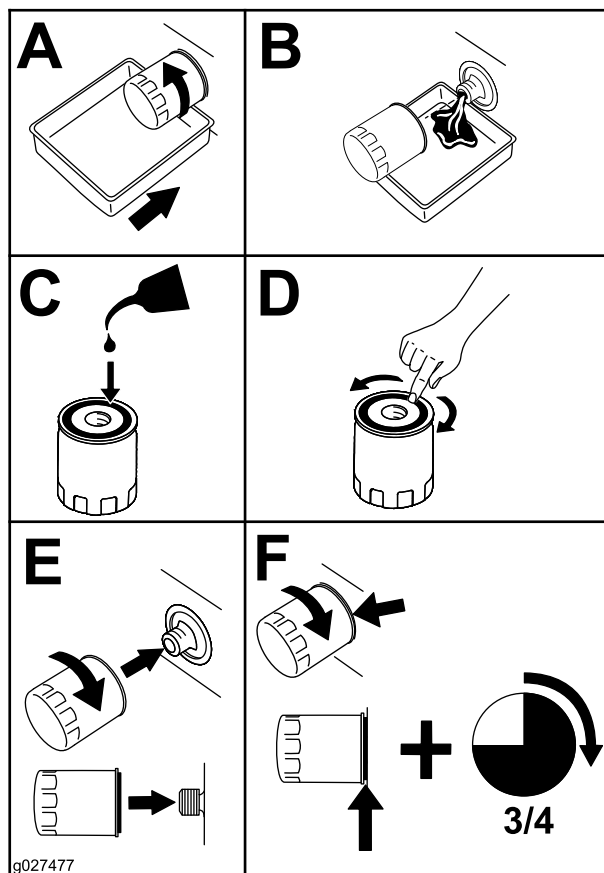

Figura 42
4. Cambiate il filtro dell'olio motore (Figura 42).